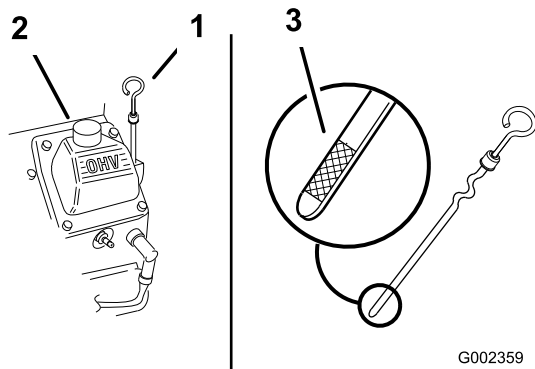

Figura 17
2. Limpe a zona em redor da vareta de óleo (Figura 17), para evitar que entre sujidade no orifício de enchimento e possíveis danos no motor.
3. Retire a vareta, limpe-a e volte a colocá-la até ser completamente introduzida (Figura 17).
O nível do óleo deve estar acima da marca Full (Cheio) na extremidade metálica da vareta (Figura 17).
5. Se o nível de óleo se encontrar abaixo da marca Full (Cheio) da vareta, retire a tampa do tubo de enchimento (Figura 17) e adicione óleo até que o nível atinja a marca Full. **Não encha demasiado.**